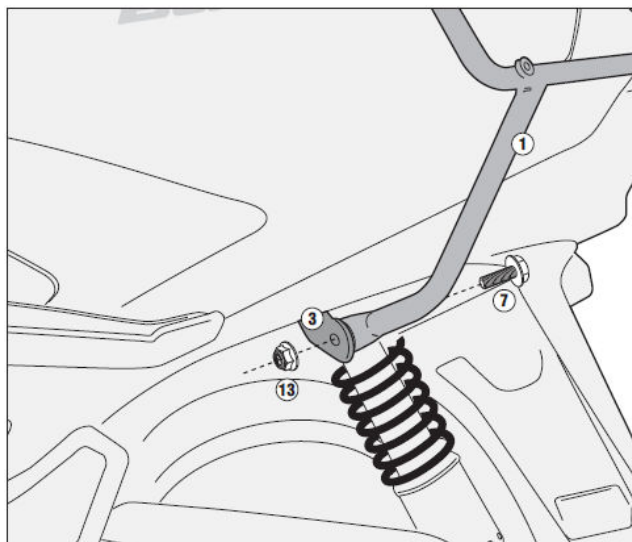

図 5
8. 図 5 を参考に、⑦フランジ付き六角ボルトと⑬フランジ付きナイロンロックナットを使用して、①パニアホルダー（左）を手順 5 で仮組みした③サポートに仮組みします。